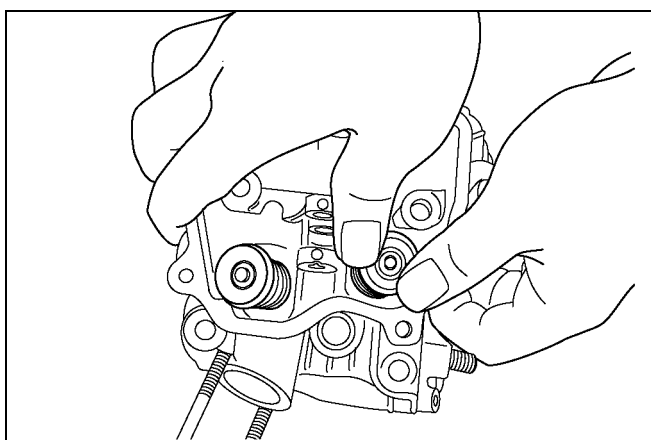

Рис. 5-21
| 24 | Впускной и выпускной клапаны | (1) Удалите цанговый клапан с фиксатора пружины. (см. рис. 5-21) (2) Удалите впускной клапан и выпускной клапан. | |